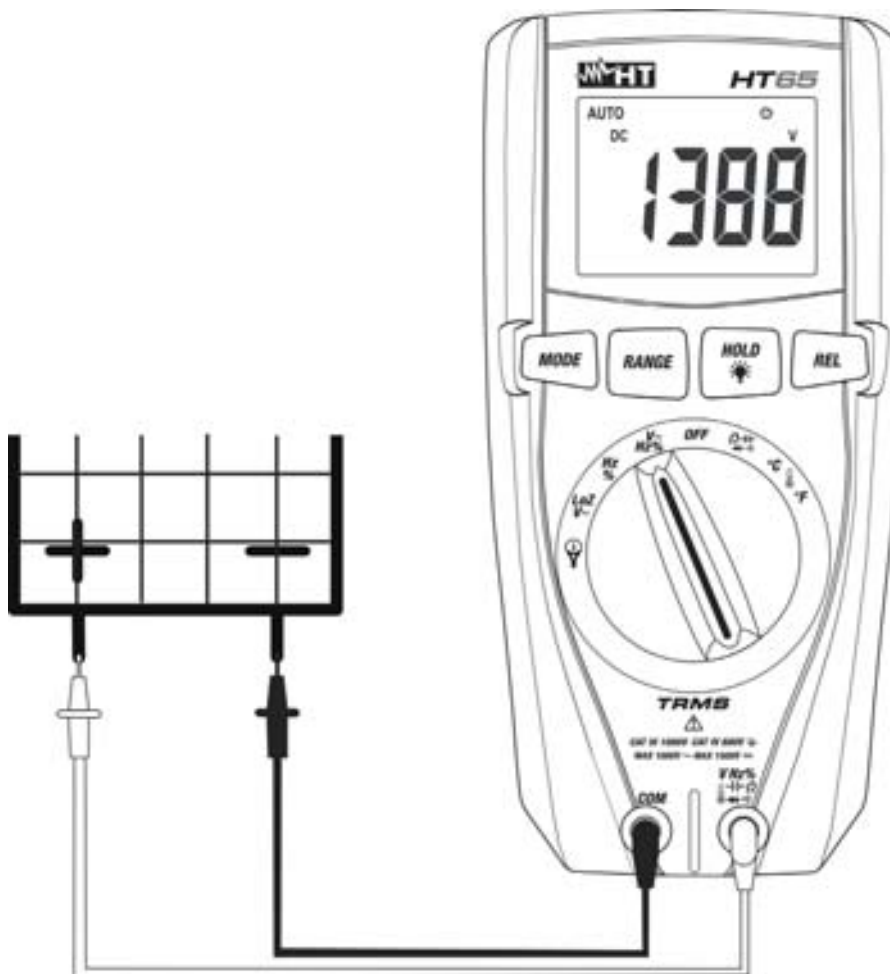

Fig. 2: Mesure de Tension DC
4. Positionner l'embout rouge et l'embout noir respectivement dans les points à potentiel positif et négatif du circuit sous test (voir la Fig. 2). La valeur de tension apparaît à l'écran
6. L'affichage du symbole « - » sur l'écran de l'instrument indique que la tension a une direction opposée par rapport à la connexion de Fig. 2.
4. Positionner l'embout rouge et l'embout noir sur les points désirés du circuit sous test (voir Fig. 4) pour mesure de tension AC ou respectivement dans les points à potentiel positif et négatif du circuit sous test (voir la Fig. 2) pour mesure de tension DC. La valeur de tension apparaît à l'écran
6. L'affichage du symbole "-" sur l'écran de l'instrument indique que la tension a une direction opposée par rapport à la connexion de la Fig. 2
7. L'affichage du symbole « - » sur l'écran de l'instrument indique que la courant a une direction opposée par rapport à la connexion de Fig. 2